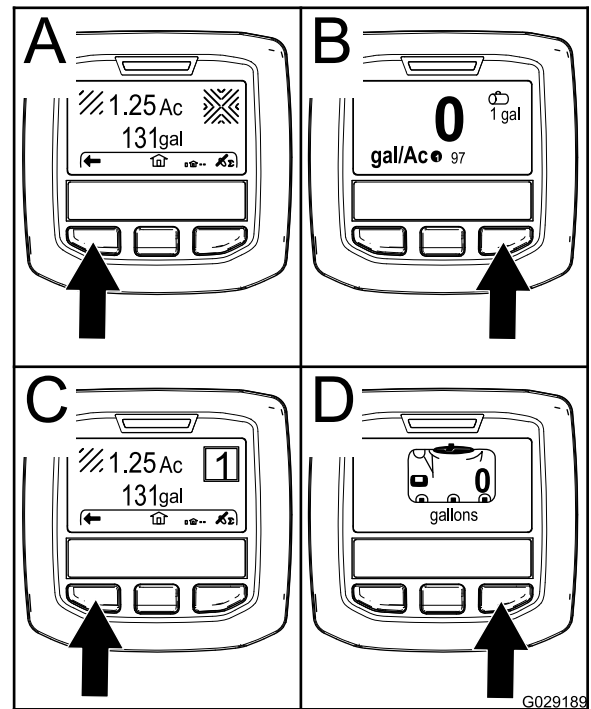

图19
- 右侧选择按钮：已喷洒总面积（图19 中的 A）
- 右侧选择按钮：喷洒率（图19 中的 B）
- 左侧选择按钮：已喷洒分区（图19 中的 C）
- 左侧选择按钮：药缸容量（图19 中的 D）